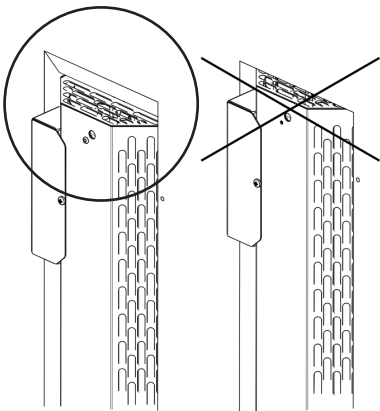
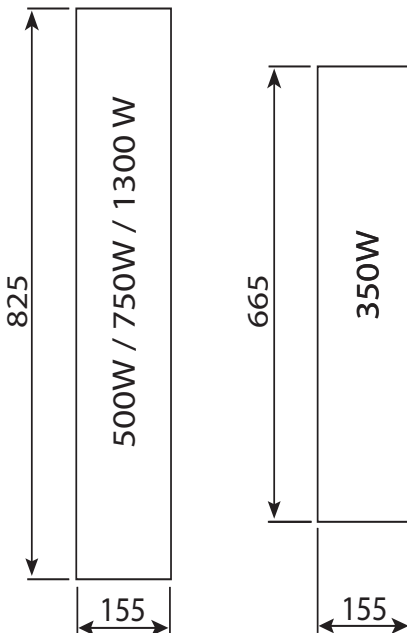

Abb. 1: Lüftungsschlitze freilassen
Abb. 4: Montageausschnitte Infrarot-Strahler
- Die Lüftungsschlitze oben und unten dürfen NICHT abgedeckt werden (siehe **Abb. 1**)
Beachten Sie **Abb. 1** und **Abb. 4**.